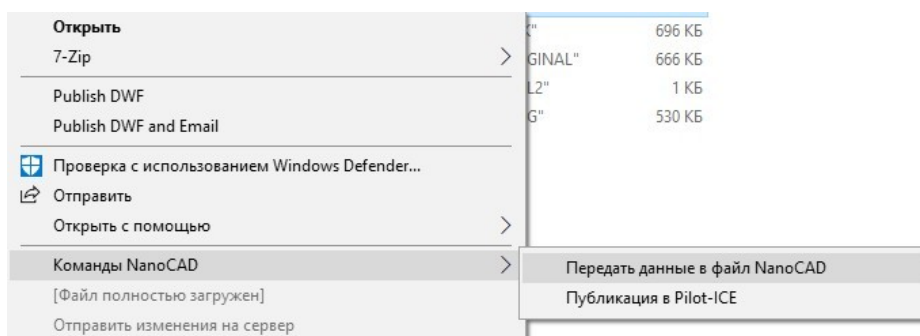

Рис.1.3.1. Команды модуля для работы с файлами nanoCAD
1. Переходим на Storage. Правой кнопкой мыши вызовем контекстное меню – **Команды NanoCAD – Передать данные в файл NanoCAD** (рис.1.3.1)